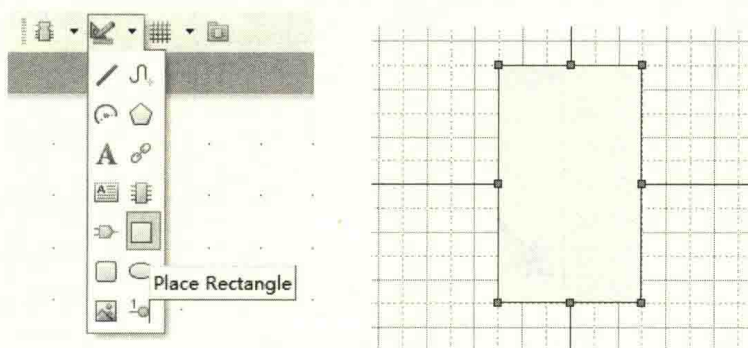

图 3-10 绘制元件符号边框
(1) 单击绘制工具栏中的快捷按钮，如图 3-10 中左图所示，鼠标指针变成十字形并附着一个矩形框显示在工作区中。
(2) 移动鼠标到合适的位置，单击左键，确定元件符号矩形边框的一个顶点，继续移动鼠标到合适的位置单击，确定元件符号矩形边框的对角顶点，单击鼠标右键或者按“Esc”键退出放置状态，如图 3-10 中右图所示。